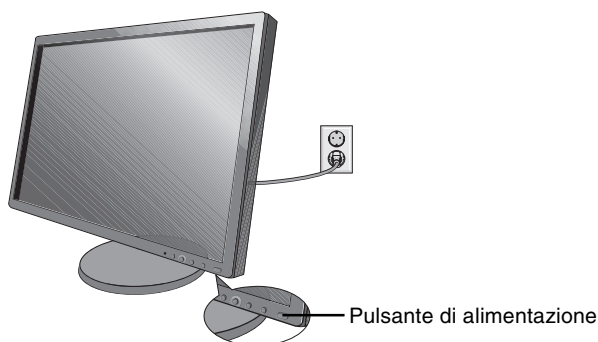

Figura C.1
6. Collegare il cavo di alimentazione alla presa di corrente (**Figura C.1**).
7. Accendere il monitor con il pulsante di alimentazione frontale e il computer (**Figura C.1**).